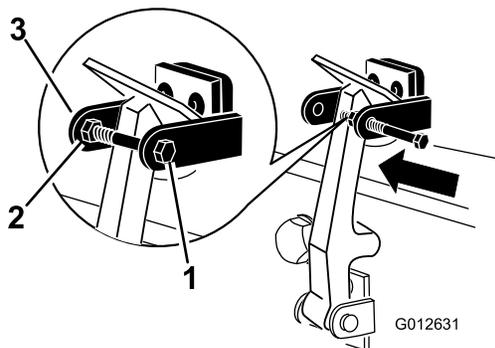

Рисунок 10
7. Вверните болт в другой рычаг кронштейна фиксатора капота для блокировки фиксатора в надлежащем положении (Рисунок 10).